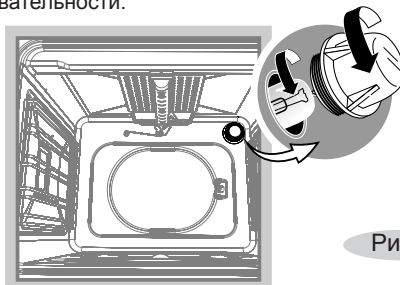

Рис.24
- Открутите стеклянный плафон (рис.24).